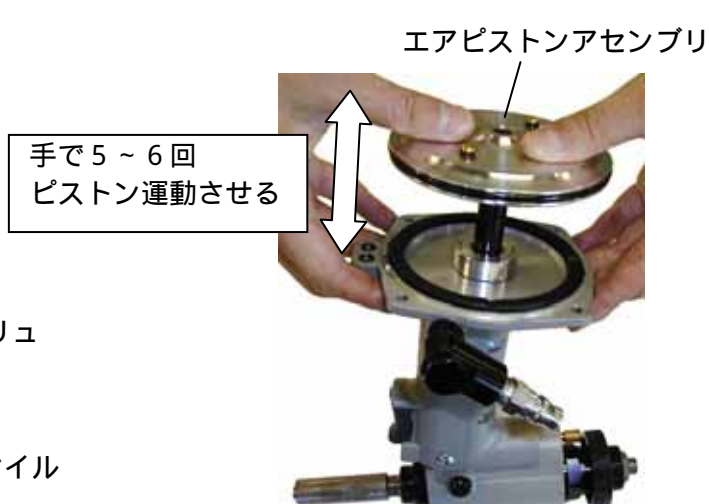

図7-7
- (6) エアピストンアッセンブリを引き抜き、再度油圧オイルを(4)の要領で注入し、フィルスクリュを仮締めして下さい。
- (7) エアピストンアッセンブリを押し込み、手で5~6回ピストン運動させた後、再度エアピストンアッセンブリを引き抜き、油面を確認してください。(図7-7)